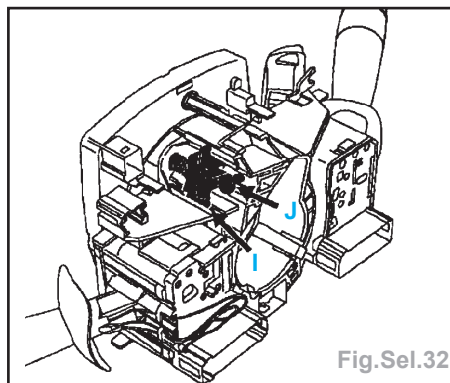

Fig.Sel.32
- Pousser sur le contacteur tournant (I) et desserrer la vis de fixation (J) (Fig.Sel.32).